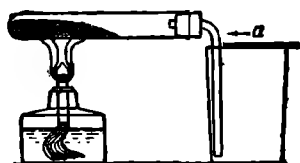

Рис. 25. Прибор для получения кислорода.
Так как кислород немного тяжелее воздуха, его можно собирать не над водой, а вытесняя им воздух из сосуда, который наполняют кислородом. На рис. 25 показано наполнение кислородом стакана. Газоотводная трубка погружена почти до дна стакана. Стакан прикрыт куском картона *а*. Кислород собирается на дне стакана и, вытесняя воздух, постепенно наполняет стакан доверху.
■ **Опыт.** Смешайте на чистом листе бумаги (не в ступке!) 2 ложки бертолетовой соли и 1 ложку двуокиси марганца. Пересыпьте в пробирку, укрепите ее на штативе горизонтально, как на рис. 25, и нагревайте смесь, начиная от доньшка пробирки. Собирайте кислород в стакан или банку. От времени до времени испытывайте тлеющей лучинкой, которую не оставляйте гореть в кислороде, чтобы его не тратить, а сейчас же вынимайте.